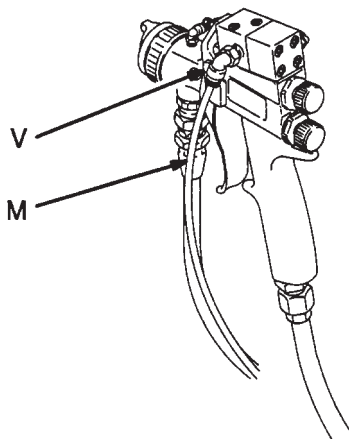

Fig. 5
- A. Connecter le raccord (V) et le tube (M) à l'entrée d'activateur du pistolet. Voir la Fig. 5.